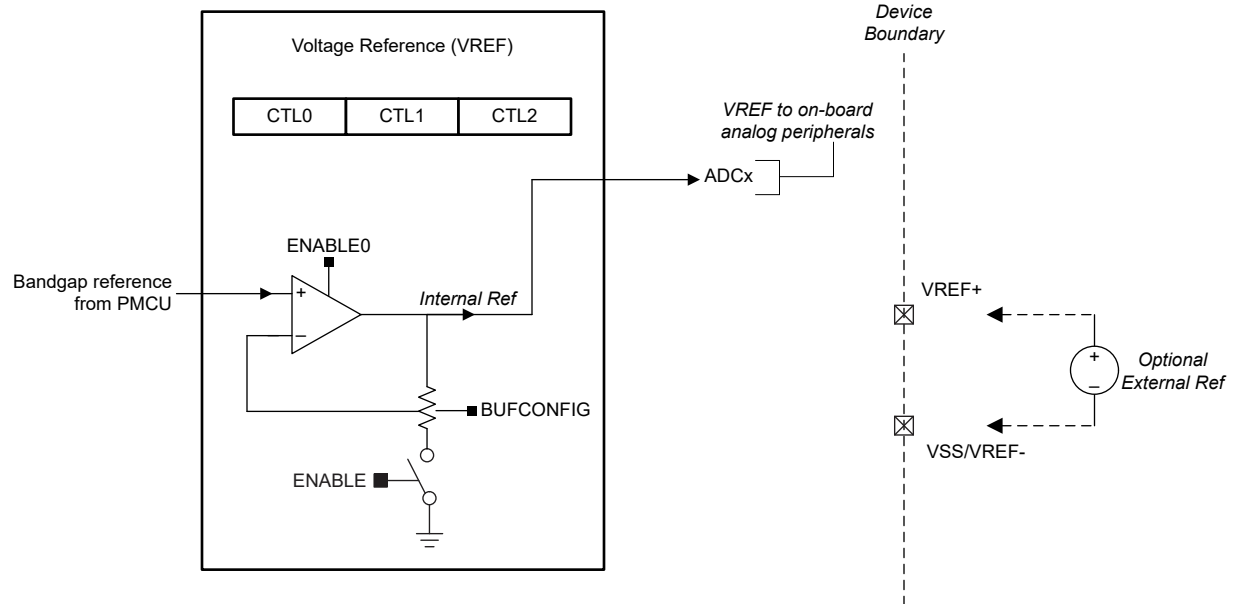

図 9-1. VREF モジュール
- 正常な動作のため、デカップリング コンデンサは必要ありません。詳細については、図 9-1 を参照してください